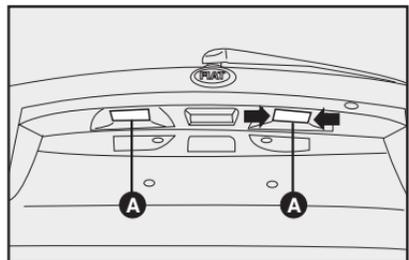

fig. 24
1) levantar la tapa trasera. En el lado interno de la misma se tiene acceso a los dos portalámparas **fig. 24**;
2) retirar los portalámparas forzando levemente con destornillador en el punto **A-fig. 24**;